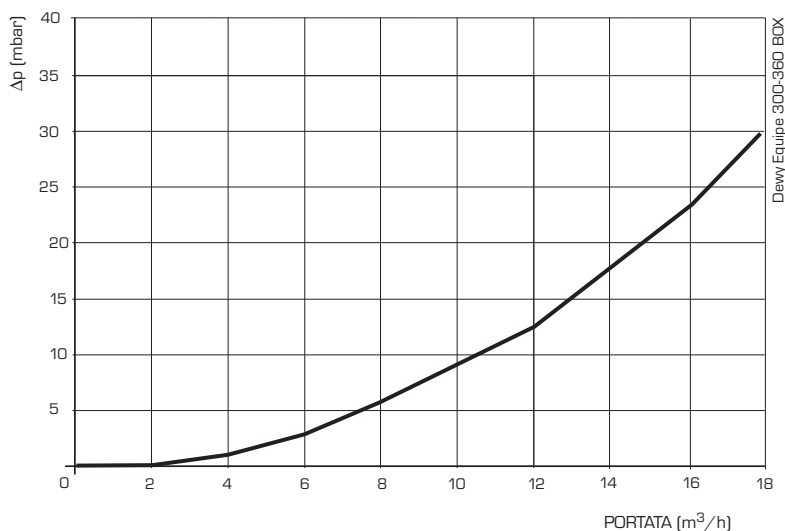

Fig. 9
2.9.3 Perdite di carico del compensatore idraulico (fig. 9)
Le perdite di carico del separatore idraulico sono indicate nei diagrammi di fig. 9.